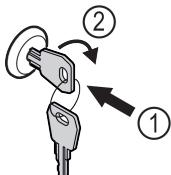

Fig. 170 Зображення для прикладу
- Вдавити ключ Fig. 170 (1).
- Повернути ключ на 90° за годинниковою стрілкою Fig. 170 (2).